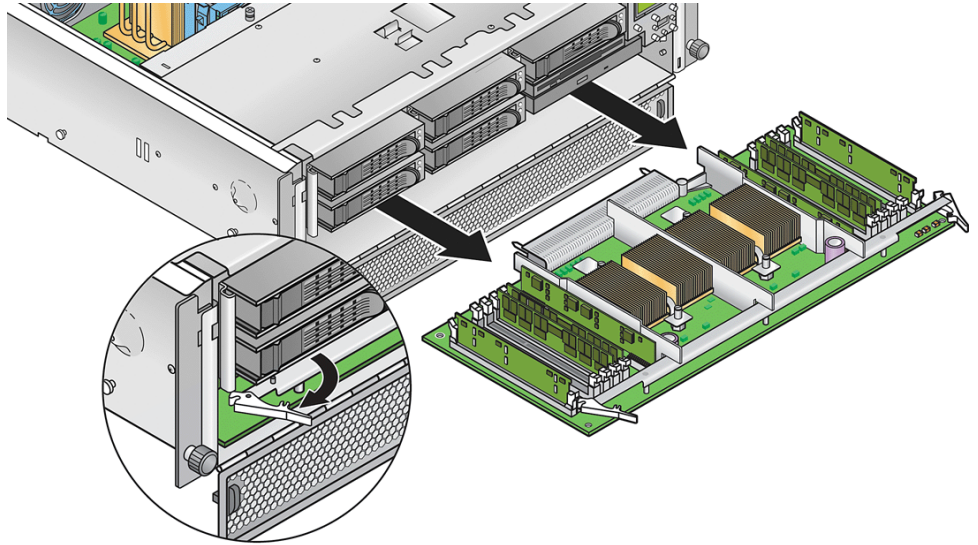

図 4-15 シャーシからの CPU カードの取り外し
5. CPU カードの端にある 2 個のプラスチックレバーを「同時に」開いて、カードをバックプレーンから解放し、慎重に引き出してサーバーから取り外します (図 4-15 を参照)。